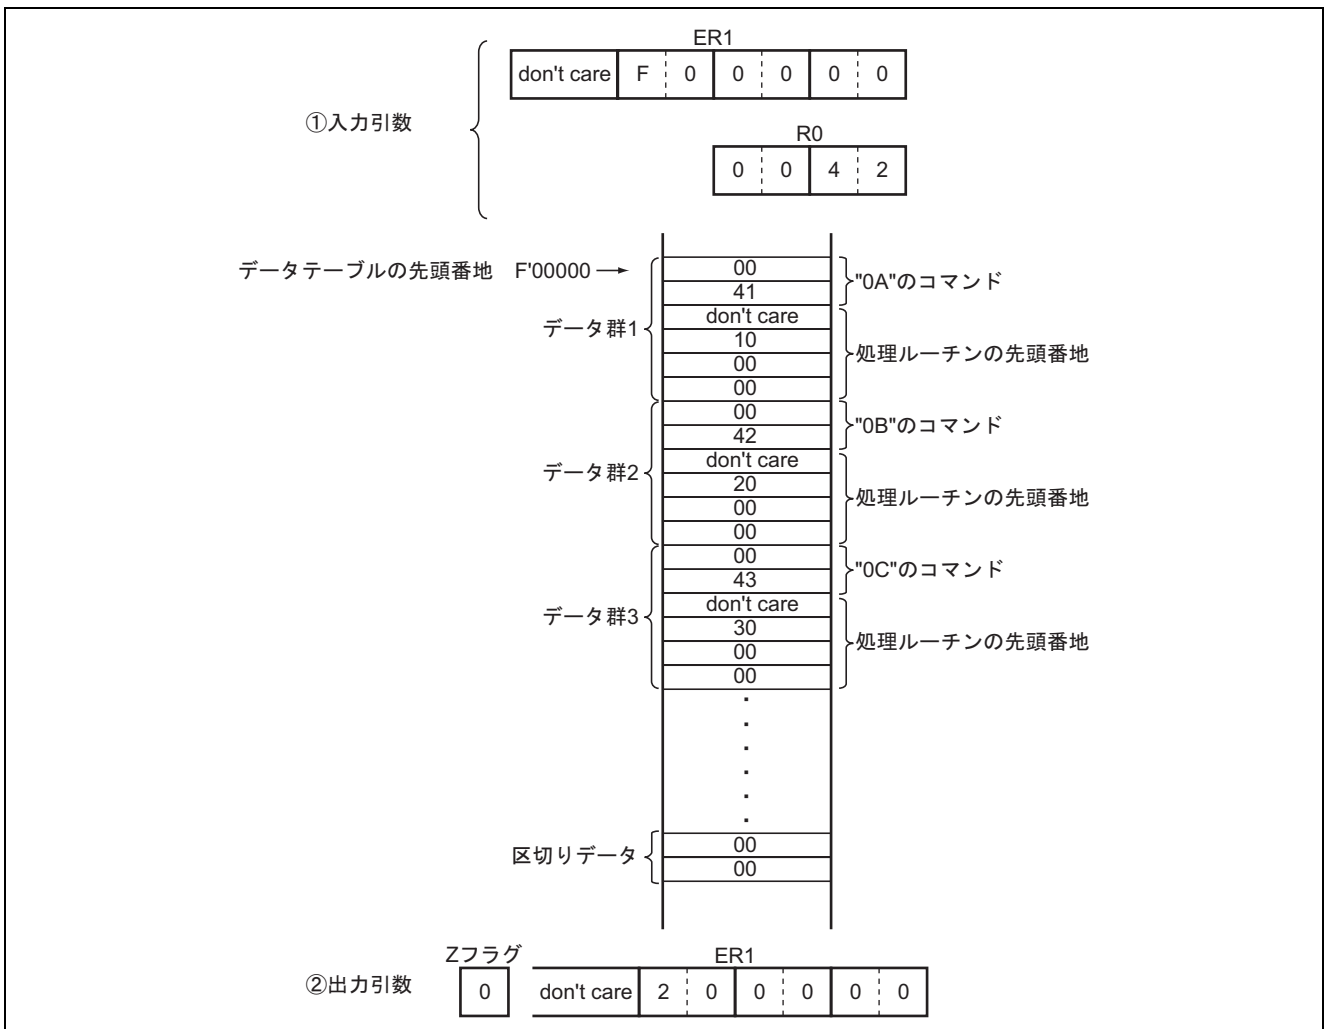

図 1 ソフトウェア CCASE の実行例
(2) 図 1 にソフトウェア CCASE の実行例を示します。図 1 のように入力引数をセットすると、データテーブルを参照し、図 1 に示すように処理ルーチンの先頭番地が ER1 にセットされます。